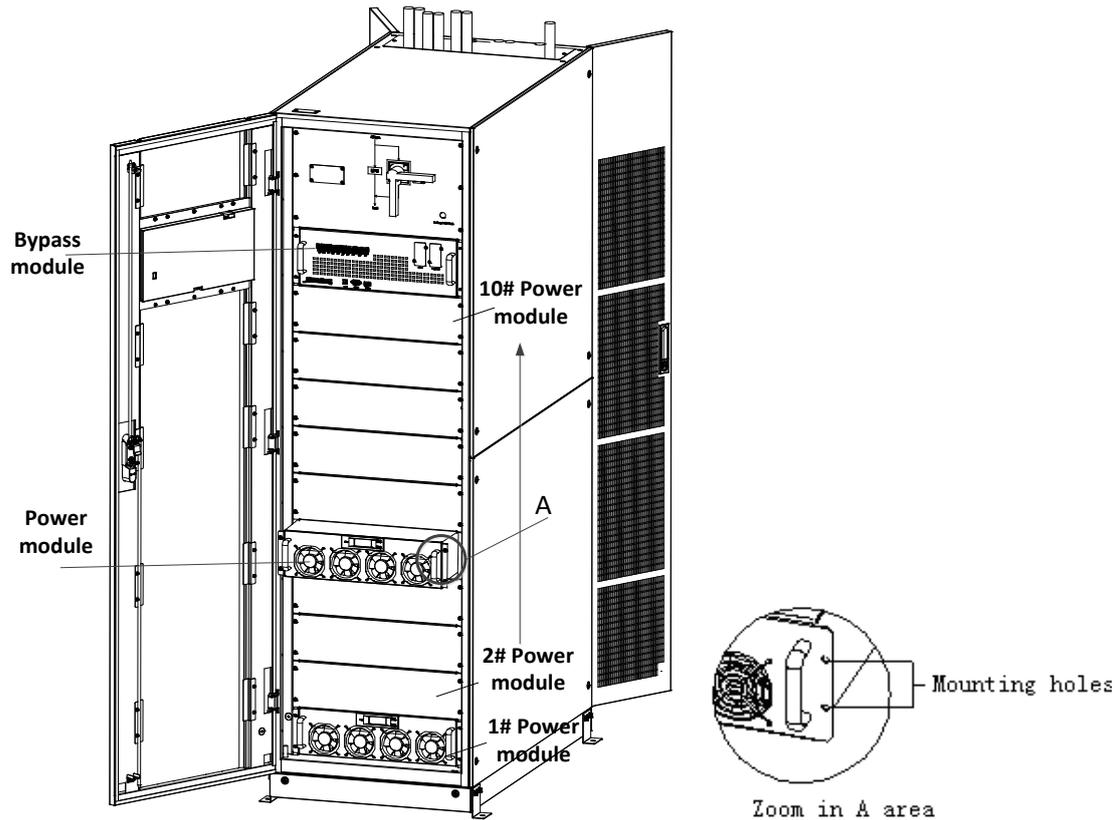

Fig.3-9 Installazione del modulo di potenza
La posizione di installazione dei moduli di potenza è rappresentata in fig. 3-9. Installare i moduli procedendo dal basso verso l'alto per evitare che il cabinet si sbilanci a causa del baricentro alto. Per installare i moduli di potenza (prendere come esempio il cabinet a 10 moduli):
4. Fissare il modulo al cabinet tramite i fori ai lati del pannello frontale del modulo (vedi fig. 3-9, sulla destra).